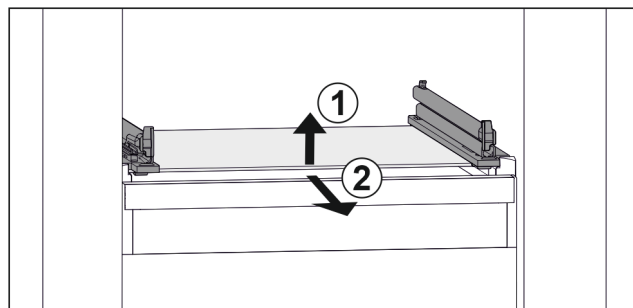

Fig. 106 Przykładowa prezentacja płyty szklanej
- ▶ Unieść płytę szklaną z przodu. Fig. 106 (1)
- ▶ Wyjąć płytę szklaną do przodu. Fig. 106 (2)